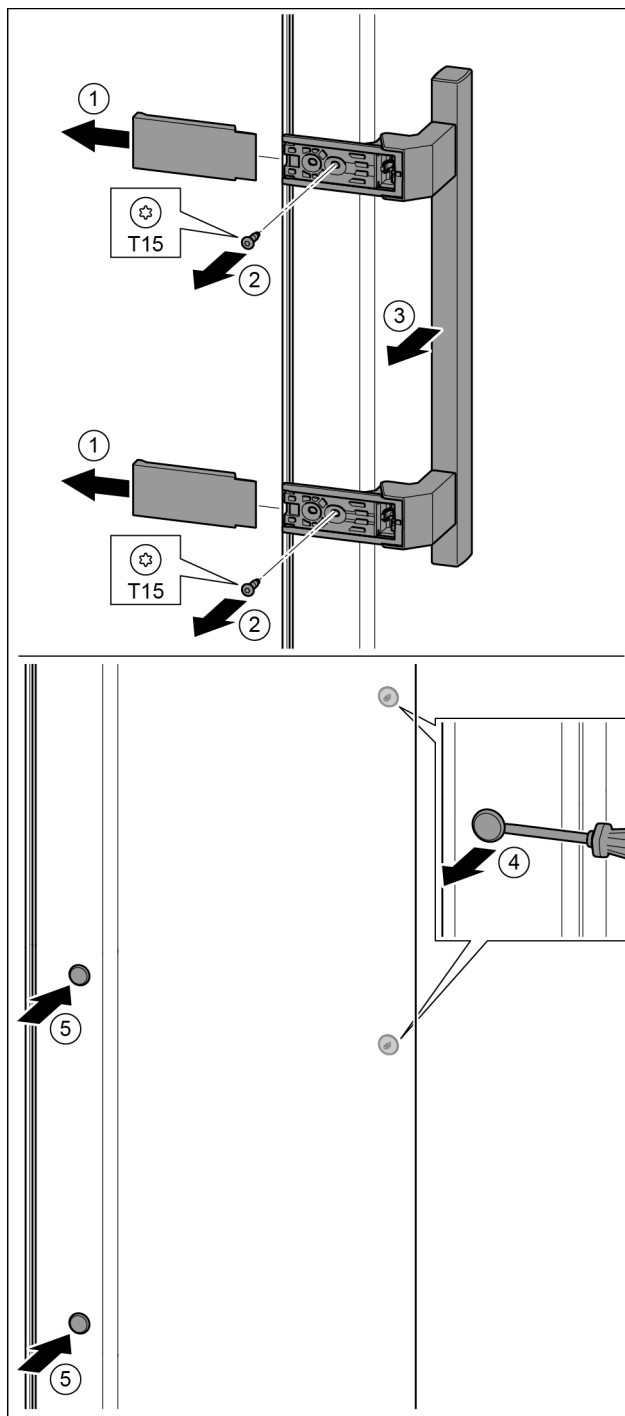

Fig. 33
- Retire la cubierta. Fig. 33 (1)
- Desenrosque los tornillos con el destornillador T15. Fig. 33 (2)
- Retire el tirador. Fig. 33 (3)
- Levante cuidadosamente el tapón lateral con un destornillador para tornillos de cabeza ranurada y extráigalo. Fig. 33 (4)
- Vuelva a colocar el tapón en el otro lado. Fig. 33 (5)